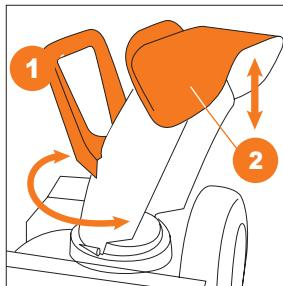

Рис. 21
- Модель **S 6060** - для выбора направления выброса снега используйте поворотную рукоятку ①, дальность выброса регулируйте наклоном дефлектора ② (Рис. 21).